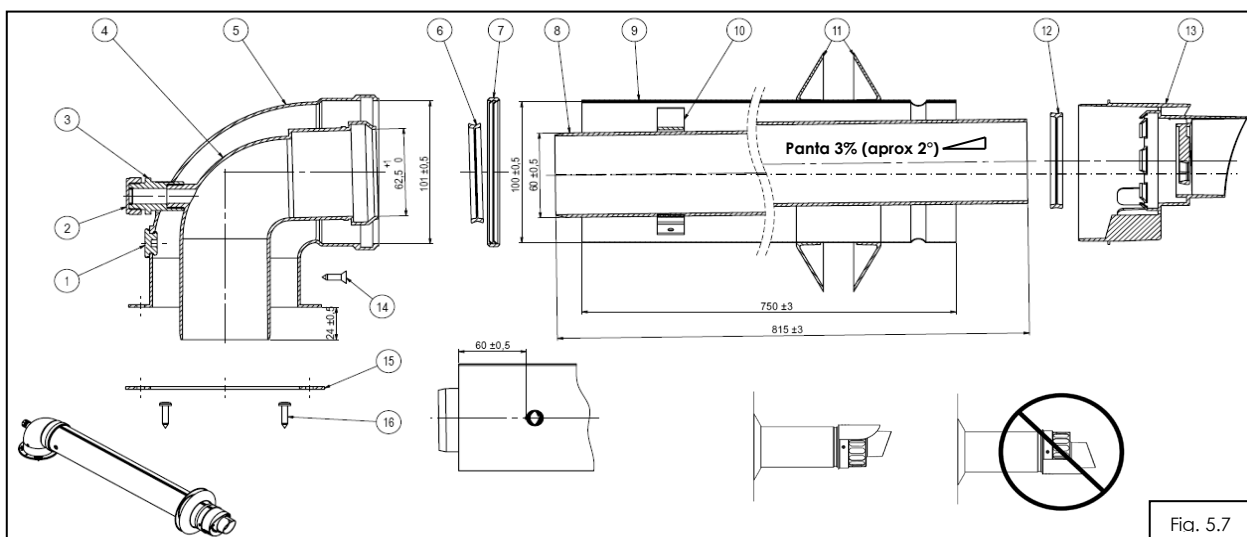

Fig. 5.7
5.7.1 Utilizare kit coaxial condensare (tub interior plastic)-fig.5.7
Kitul de admisie- evacuare coaxial, fig.5.7 se livreaza impreuna cu centrala. Evacuarea gazelor se face printr-un tub cu diametrul Ø60mm, coaxial cu tubul de admisie a aerului de diametrul Ø100 mm.